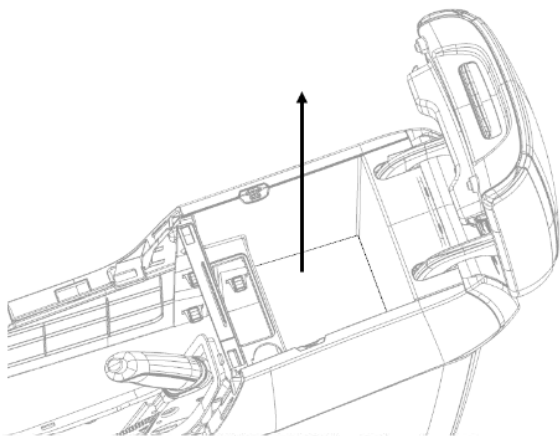

图2-21 副仪表板扶手打开示意
(1) 先将手刹拉起一定高度，打开扶手，使副仪表处于如图2-21所示状态。
(2) 用手沿图2-21箭头所示位置，将副仪表储物箱隔震垫取出。